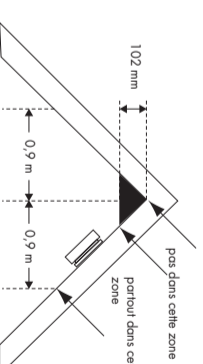

FIGURE 2
- Dans les pièces en sous pente, le détecteur de fumée devra être installé à 90 cm maximum du point le plus haut (Voir figure 2)